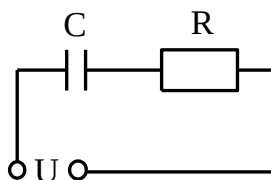

Рисунок 11 - Схема с емкостно-активным сопротивлением
- произведения RC (рисунок 11).